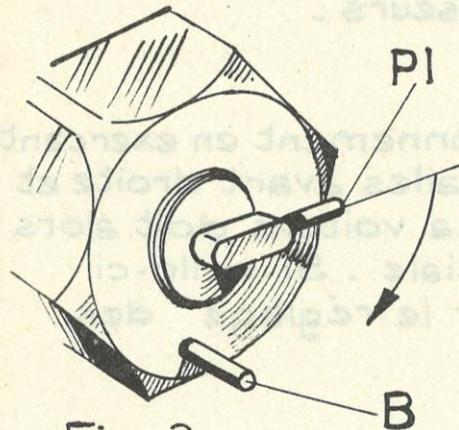

Fig. 3
Si le temps est inférieur à 8" (amortisseur trop doux) faire le réglage en tournant le piston central dans le sens des aiguilles d'une montre (voir figure 3) et reprendre le temps de descente. Répéter l'opération jusqu'à ce que l'on obtienne le temps indiqué.
- Dépose des barres (fig.3)